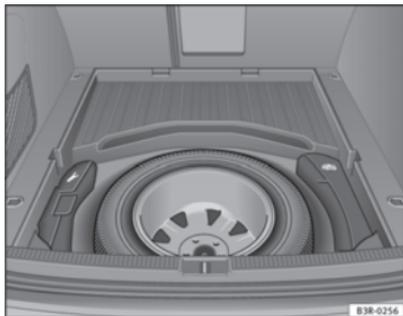

Abb. 194 Reserve-Stahlrad
- Drehen Sie das Handrad ⇒ Abb. 194 entgegen dem Uhrzeigersinn heraus.